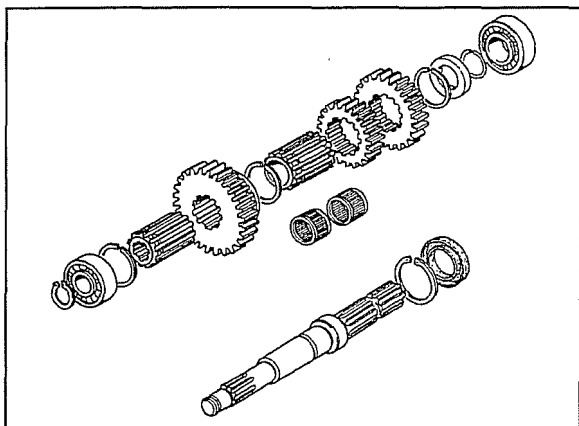

Fig. 19
8. A fig. 19 ilustra a ordem dos particulares montados no eixo da tomada de força independente.